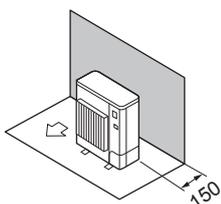

Fig. 2-2
- ① Окружающие предметы - только сзади (Fig. 2-2)